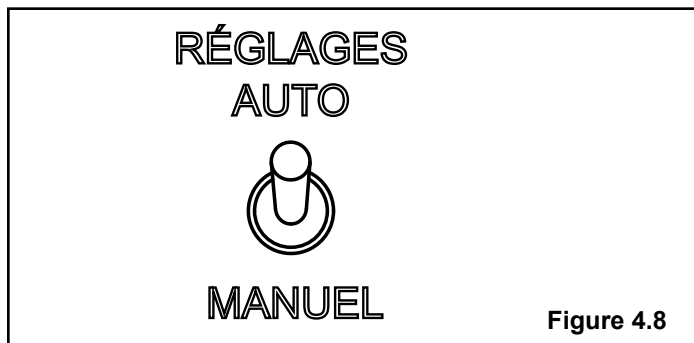

Figure 4.8
1. **Basculez le commutateur de l'allumeur sur la position «MANUAL-LIGHT»** (allumage manuel). Voir Figure 4.8.